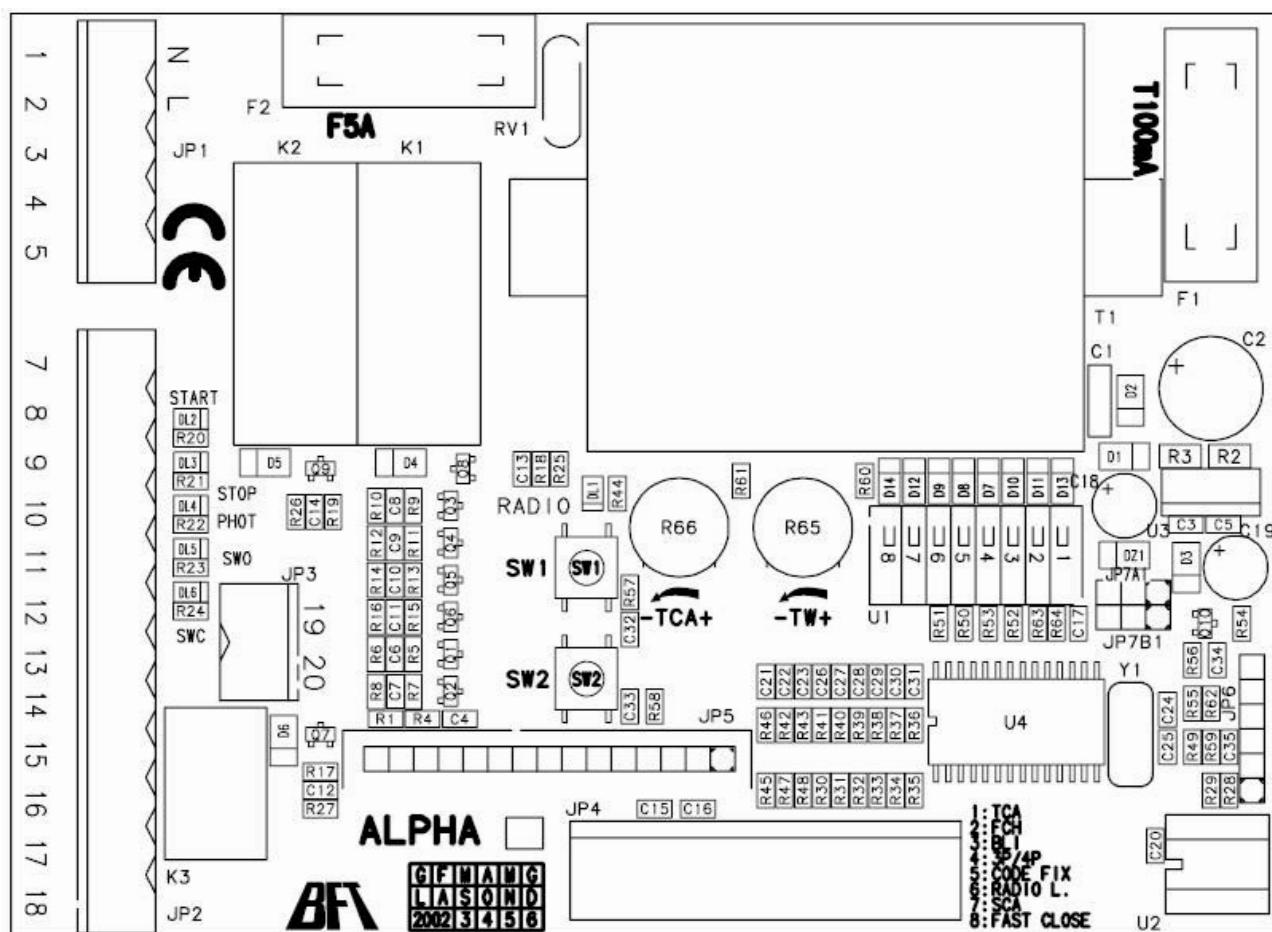

рис. 3
Разъем платы радио 1-2 канальной (рис. 3).
4. Светодиоды LED (рис. 3)
5. Переключатели DIP (рис. 3)
6. Регулировка триммеров (рис. 3)